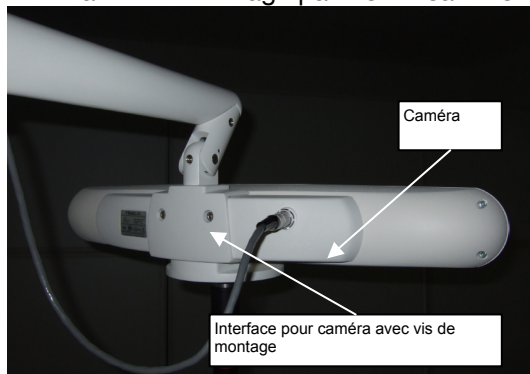

Figure 1
- Appliquez horizontalement et verticalement une force modérée sur la caméra : il ne doit y avoir aucun mouvement entre la caméra et son interface (reportez-vous à la figure 1).